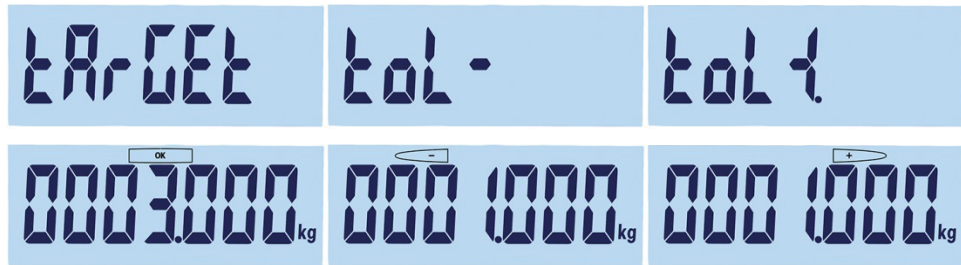

Abbildung 2-12: Anzeige von Zielwert und Toleranz: Zielwert (links), untere Toleranz (Mitte), obere Toleranz (rechts)
- b. Andernfalls steht eine Sekunde lang auf dem Terminal „Target“ (Zielwert), bevor auf der Anzeige ein Gewicht von null erscheint (Abbildung 2-12). Wählen Sie eine zu bearbeitende Ziffer mit  (Bewegung nach links) und  (Bewegung nach rechts) aus. Sobald die gewünschte Ziffer ausgewählt ist und blinkt, können Sie den Wert mit  erhöhen und mit  verringern. Im Beispiel in Abbildung 2-12 wurde als Zielwert 3 kg eingestellt. Drücken Sie auf , um den aktuellen Wert als Zielwert zu übernehmen und zum nächsten Bildschirm „tol -“ (untere Toleranz) zu wechseln.
3.  erscheint oben links in der Anzeige. Stellen Sie die Toleranz mit den Richtungstasten wie in Schritt 2.b oben ein. In diesem Beispiel (Abbildung 2-12, Mitte) wurde als untere Toleranz 1 kg festgelegt. Drücken Sie auf , um zum nächsten Bildschirm „tol +“ zu wechseln.
4.  erscheint oben im Bildschirm. Stellen Sie die Toleranz mit den Richtungstasten wie in Schritt 2.b oben ein. In diesem Beispiel (Abbildung 2-12, rechts) beträgt die obere Toleranz 1 kg.